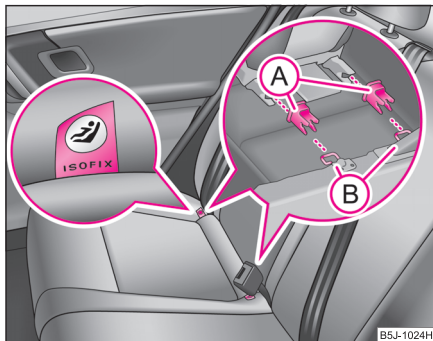

Fig. 130 Inelele de prindere (sistemul ISOFIX)
- Elementul de prindere **A** se introduce în inelele **B** existente la baza îmbinării spătarului scaunului cu perna ⇒ fig. 130.